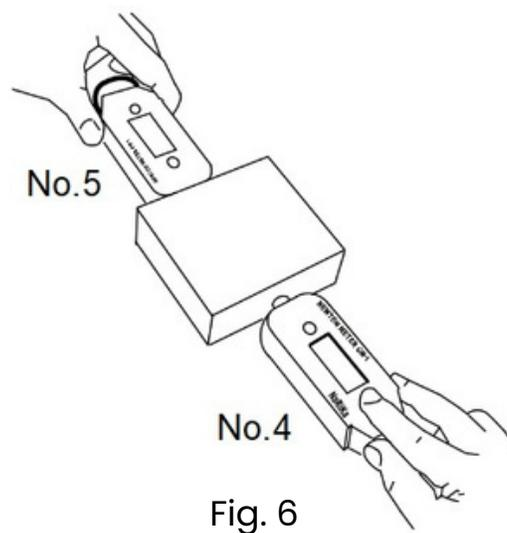

Fig. 6
Movimiento y fuerza neta cuando se aplican dos fuerzas en direcciones opuestas (ver Fig. 6)
2. Ubica un dinamómetro a cada lado del bloque, como se ve en la Fig. 6.
- Ajusta la fuerza hasta que el resorte llegue nuevamente al punto "O". (Fig. 6 y 7)
- Presiona "HOLD" y anota el valor en el gráfico y en la tabla como fuerza resultante (C).